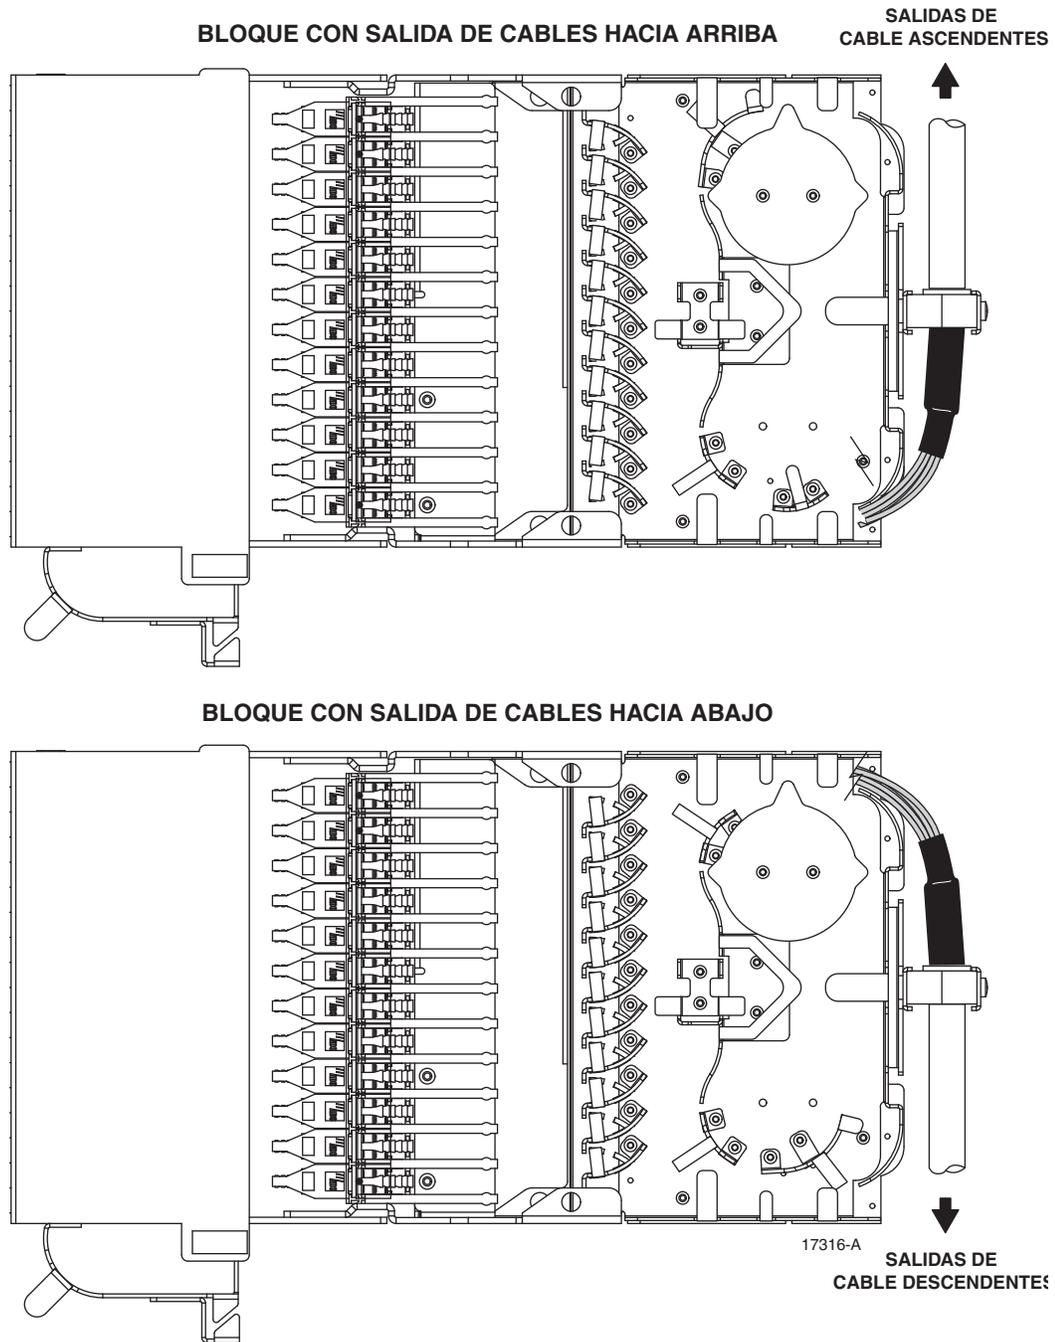

Figura 16. Orientación de Salida del Cable
3. Verifique que el BTF tenga la orientación correcta de salida del cable (superior o inferior) para la instalación del cable, como se muestra en la Figura 16.